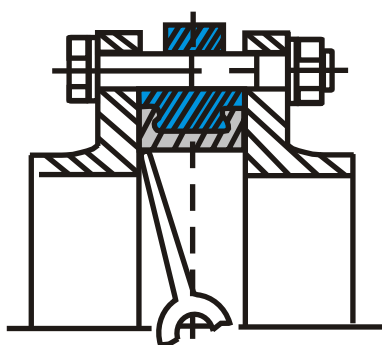

Рис. 1 (неправильно)
- Использование фланцев с внутренним диаметром меньше номинального диаметра затвора может привести к блокировке диска, что в свою очередь вызовет серьезное повреждение диска поворотного затвора (рис. 1). Для фланцев изготовленных согласно стандартам указанным на странице 100 при правильной установке затворов ABRA, такой неприятности не случится.